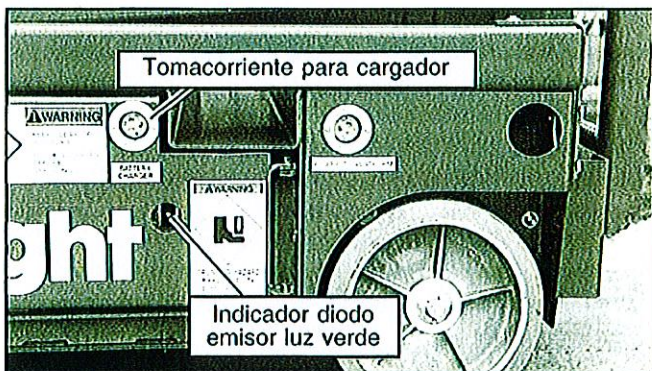

Figura 7: Módulo del chasis, lado izquierdo
3. Conectar el cordón de extensión, conductor de calibre 12 (1,5 mm²) mínimo y de 15 m (50 pies) de largo máximo, al tomacorriente del cargador a través de la abertura del lado izquierdo del chasis (Figura 7).